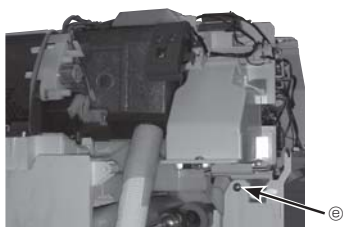

Fig. 6-7
- Retirer la vis du boîtier électrique. (Fig. 6-7)